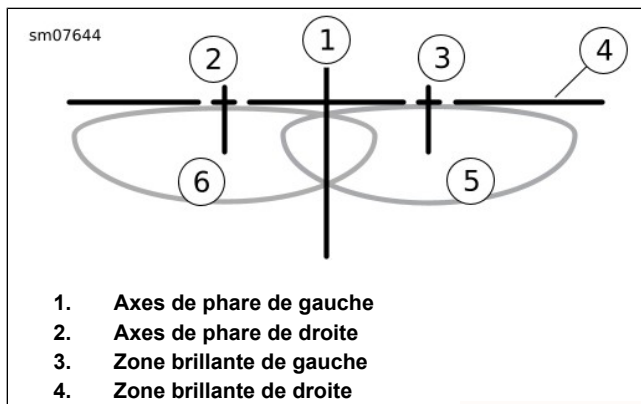

Figure 83. Alignement du phare : HDI
7. Avec la moto chargée, orienter la roue avant tout droit vers le mur. Mesurer la distance (4) entre le sol et le centre des ampoules de code.
8. Tracer une ligne horizontale (5) au niveau de l'axe d'ampoule mesuré.
10. Voir Figure 83. Marquer sur le mur les axes de phare (1, 2) croisant la ligne horizontale.
4. Allumer les codes. Couvrir le phare de droite. Ajuster le phare de gauche de façon que le sommet de la zone brillante (3) soit centré au-dessous des axes de gauche comme indiqué dans Figure 83.
5. Couvrir le phare de gauche. Ajuster le phare de droite de façon que le sommet de la zone brillante (4) soit centré au-dessous des axes de feu auxiliaire/antibrouillard de droite comme indiqué dans Figure 83.